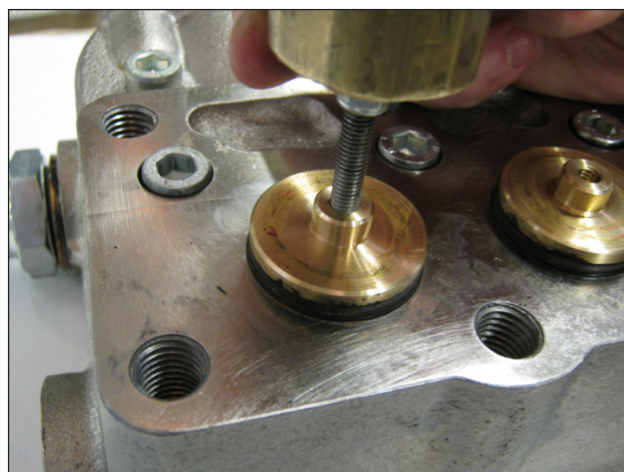

Fig. 17
- As tampas de válvulas de sucção e descarga da bomba KT24-26-28-30-32 - KTR-28-32 - WK155-WK6 (Fig. 17);